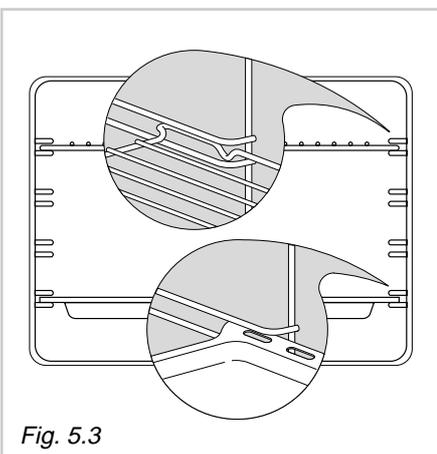

Fig. 5.3
- Infiar no meio das guias das grades laterais a bandeja de forno e a grelha como na fig. 5.3.